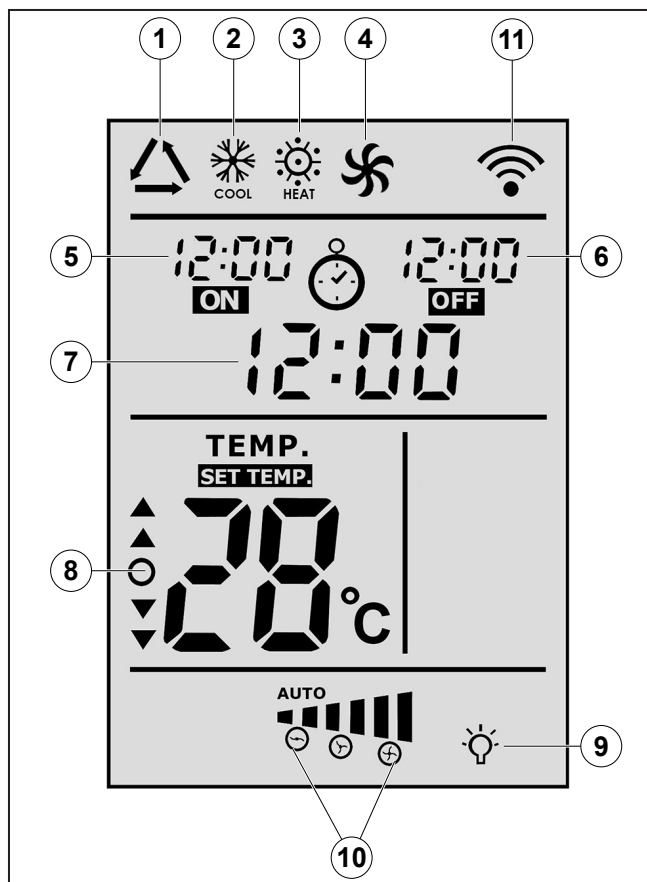

Abb. 4
1. **Display** (für Details siehe „Abb. 4“)